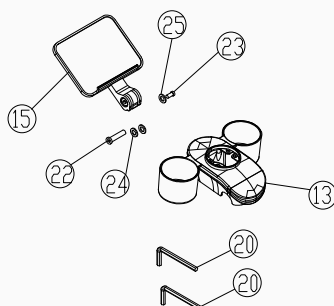

Figura 3
3. Allineare le piastre di copertura superiore e inferiore (Parte 13) con la scanalatura del portatelefono (Parte 15), quindi fissarle con viti di bloccaggio M8×35 (Parte 23), viti di bloccaggio M8×12 (Parte 24) e due rondelle piane ($\Phi 16 \times \Phi 8.5 \times 1$, Parte 25). Serrare tutti i fissaggi utilizzando una chiave esagonale da 5 mm (Parte 21), come illustrato nella Figura 3.